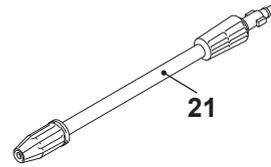

Fig. 8
L'utilisation du canon rotatif (21) entraîne une réduction de pression de 25% comparé à la pression obtenue avec le canon vaporisateur. Néanmoins, le mouvement de rotation de la buse augmente la puissance du lavage du fait de la rotation du jet (Fig. 8).